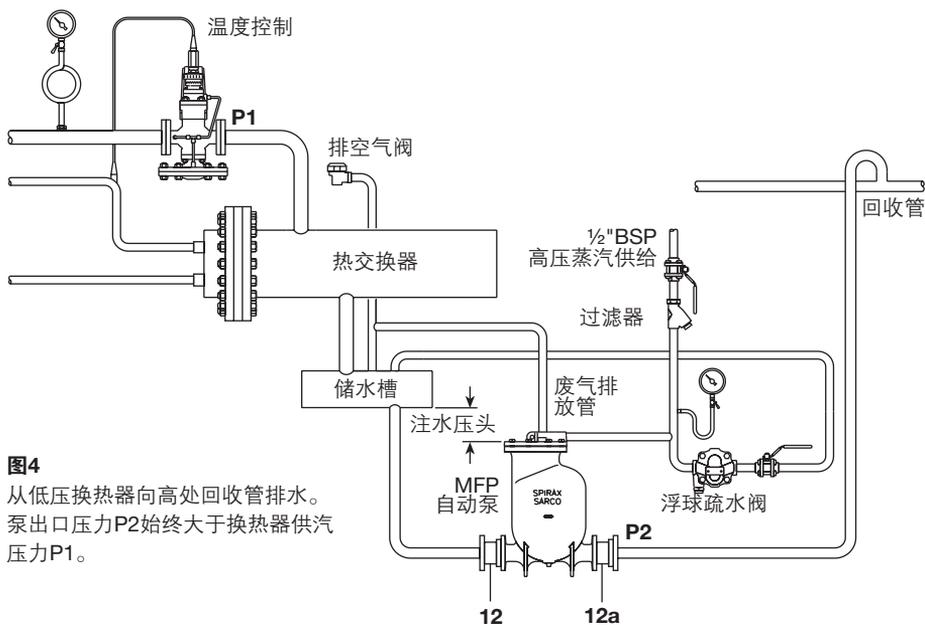
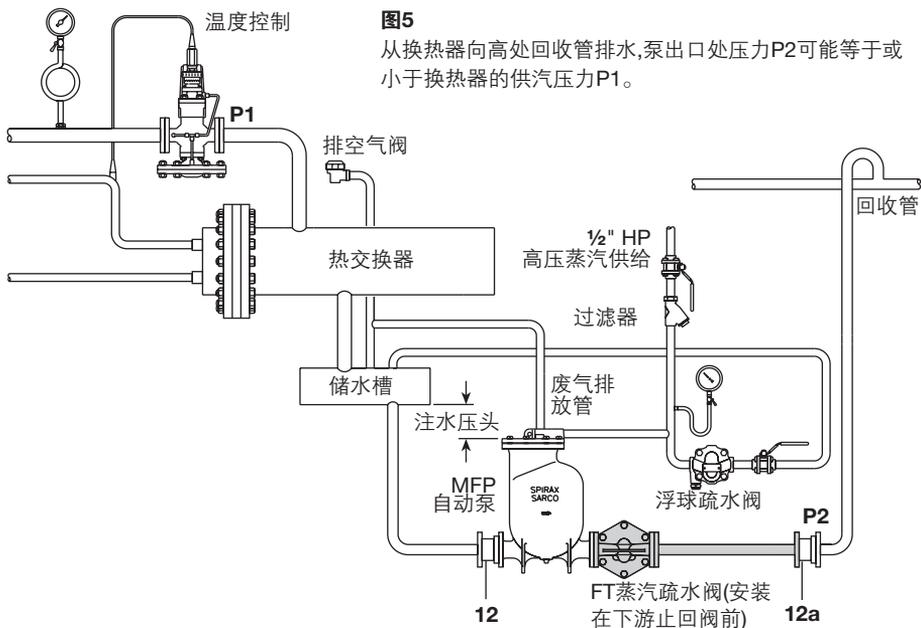

图4
图5
1、泵安装于需排水设备的下方,并保持排气口垂直向上。安装时泵应保证所有建议的注水压头(泵顶部与蓄水槽底部间的垂直距离)。见3.2节图4和图5。如注水压头变化,则需参考泵的容量表。
2、以防止在泵排水时设备溢水,在泵的上方应水平的安装一个储水器或储水管。见图4。参考13页表1和表2“储水器容量”选择正确的储水器尺寸。所有显示器管必须为全口径。
6、当背压小于设备排水时的压力时,需要在泵和止回阀之间安装一个尺寸合适的浮球疏水阀(带热静力排空气阀),见图5。